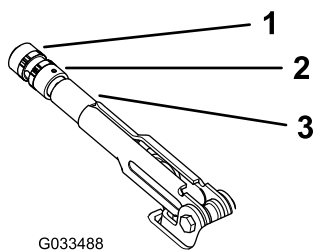

Figure 60
2. Desserrez la vis de fixation du pommeau sur le levier du frein de stationnement (Figure 60).
3. Tournez le bouton (Figure 60) jusqu'à ce qu'une force de 20 à 22 kg soit nécessaire pour actionner le levier.
4. Resserrez la vis de maintien pour terminer (Figure 60).